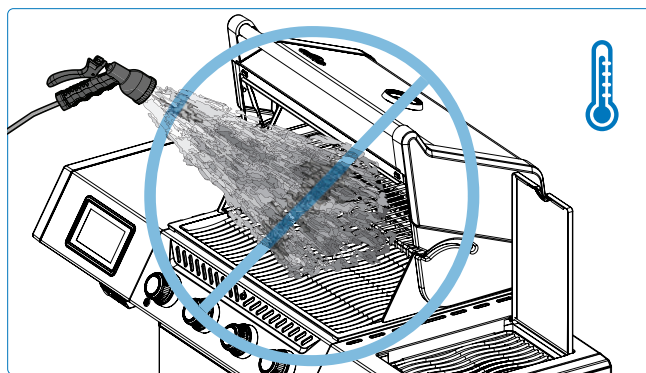

Fig. 20
1. Ne jamais éteindre une flamme ou contrôler les flambées avec de l'eau (**Fig. 20**).